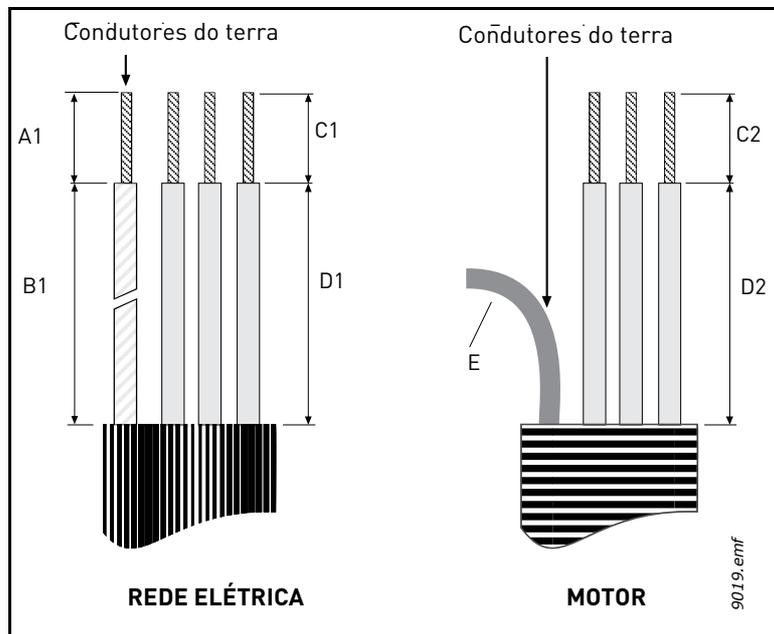
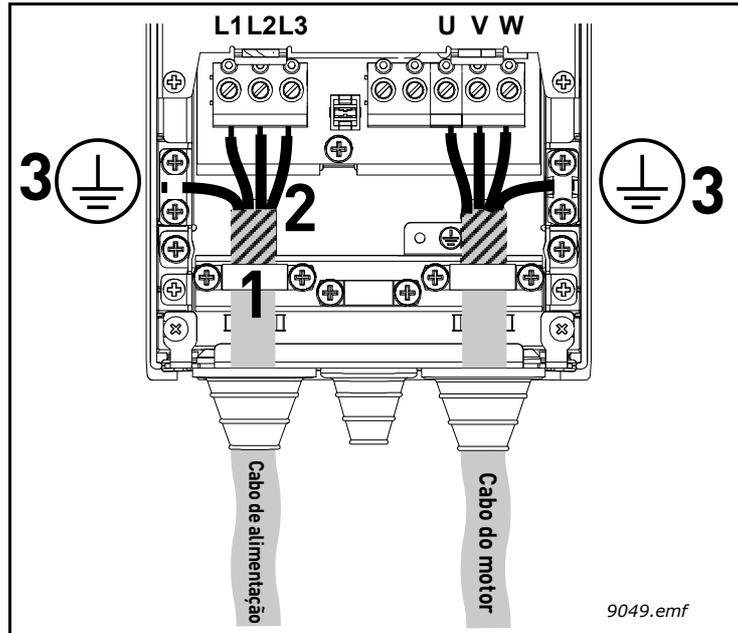

Figura 22. Retirada do isolamento dos cabos
Figura 29.
Conecte os cabos com as pontas expostas (consulte a Figura 22 e a Tabela 19) como mostrado na Figura 29.
- Exponha a blindagem de todos os três cabos para fazer uma conexão de 360 graus com a braçadeira do cabo (1).
- Conecte os condutores (fase) dos cabos de alimentação, freio e motor a seus respectivos terminais (2).
- Abra o restante da blindagem de todos os três cabos em “leque” e faça a conexão do terra com uma braçadeira como mostrado em Figura 29 (3). Deixe o leque com o **comprimento suficiente** para alcançar e ser fixado ao terminal - não mais.